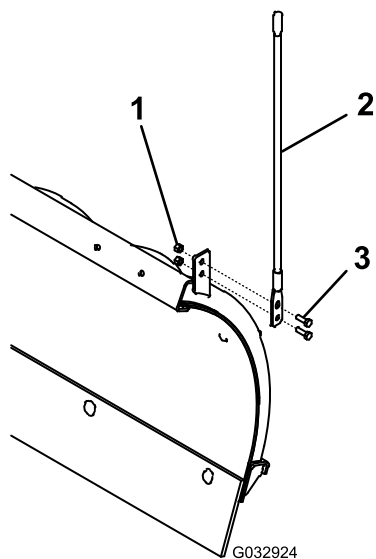

Figura 12
1. Conecte las guías de la pala a la pala de la quitanieves con 4 pernos (5/16") y 4 tuercas de bloqueo automático (Figura 12).